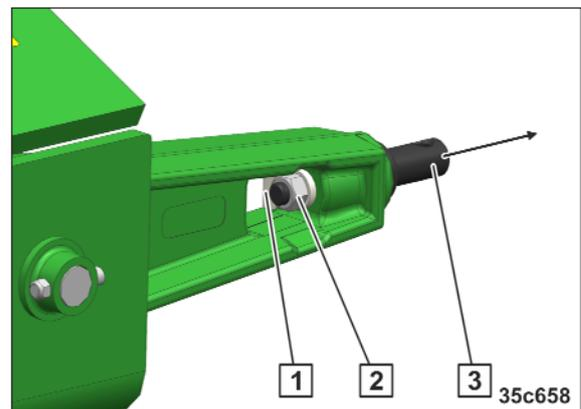

Fig. 107
1. Desserrer et retirer l'écrou (Fig. 107/2).
2. Retirer la plaque d'arrêt (Fig. 107/1).
3. Retirer le tourillon du tirant inférieur (Fig. 107/3).